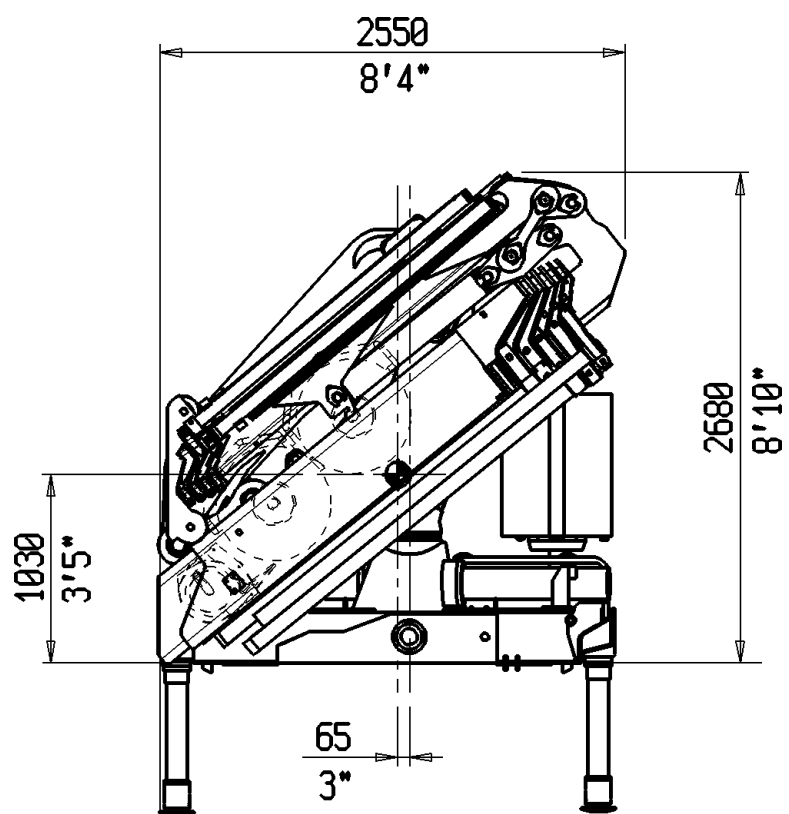

Fig.6-4
6.4 ANTENNA J903 PER 34023 - 34024 - 34025 (Fig. 6.4)
6.5 ANTENNA J904 PER 34024 - 34025 (Fig. 6.4)
6.4 J903 JIB FOR PM 34023 - 34024 - 34025 (Fig. 6.4)
6.5 J904 JIB FOR PM 34024 - 34025 (Fig. 6.4)